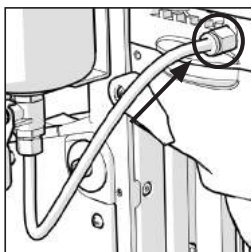

Fig. 3a
**Uwaga:** Aby zwolnić rurę podającą z szybkoszłącza **(Rys. 3a)**, należy pchnąć kołnierz w stronę złącza z mosiądzu i cofnąć rurę.